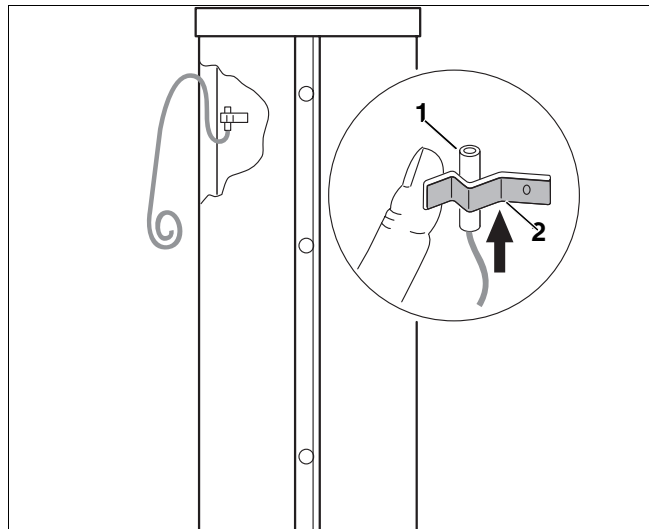

Abb. 8 Montage Temperaturfühler
- Temperaturfühler (Abb. 8, **Pos. 1**) in die Federhalterung (Abb. 8, **Pos. 2**) so einlegen, dass die gesamte Kontaktfläche des Temperaturfühlers außen am Speichermantel glatt anliegt.